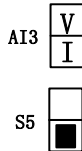

图 3-15 S5 配置电流模式图
当 AI3 端子选择模拟电流信号输入时，端子板上开关 S5 配置电流模式如图 3-15 所示。
3.3.4 AI3 端子接线如图 3-15 所示。